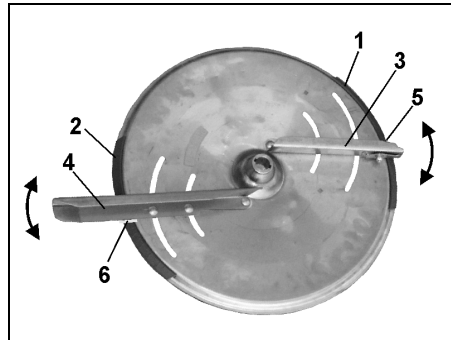

Fig. 35
Zur exakten, werkzeuglosen Einstellung der einzelnen Streuschaufelstellungen sind auf jeder Streuscheibe zwei unterschiedliche, unverwechselbare Skalen (Fig. 35/1 und Fig. 35/2) angeordnet.
Der kürzeren Streuschaufel (Fig. 35/3) ist die Skala (Fig. 35/1) mit den Werten von 5 bis 28 und der längeren Streuschaufel (Fig. 35/4) die Skala (Fig. 35/2) mit den Werten von 35 bis 55 zugeordnet.
Das Verschwenken der Streuschaufeln auf einen höheren Zahlenwert der Skala (Fig. 35/1 bzw. Fig. 35/2) bewirkt eine Vergrößerung der Arbeitsbreite.
- Den Skalenwert für die Schaufelstellung der **kurzen** Streuschaufel auf der Skala (Fig. 35/1) aufsuchen.
- Ablesekante (Fig. 35/5) der **kurzen** Schaufel (Fig. 35/3) auf den Skalenwert schwenken und **die Flügelmutter wieder fest anziehen**.
- Den Skalenwert für die Schaufelstellung der langen Streuschaufel auf der Skala (Fig. 35/2) aufsuchen.
- Ablesekante (Fig. 35/6) der langen Schaufel (Fig. 35/4) auf den Skalenwert schwenken und die Flügelmutter wieder fest anziehen.